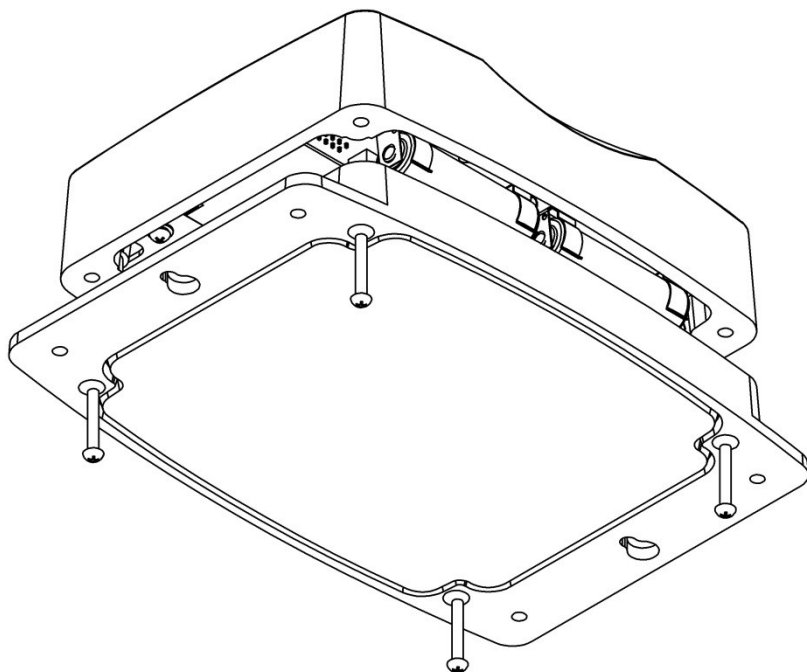
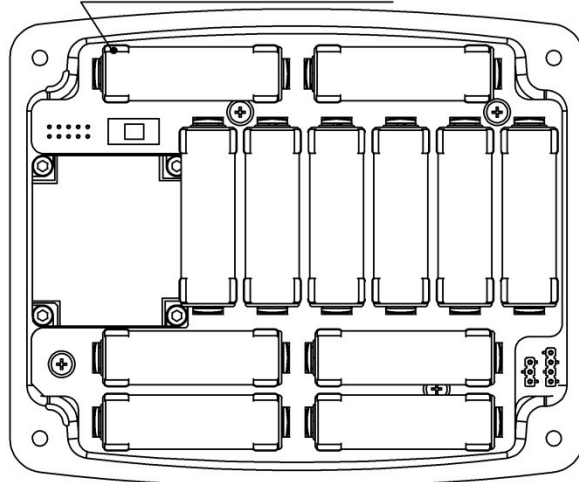

Рис. 3. Разборка устройства.
Рис. 4. Нижняя половина устройства.
6.2 Батареи устанавливаются в помещении(в целях защиты от атмосферных осадков) непосредственно перед запуском в эксплуатацию, для их установки необходимо открутить четыре винта, расположенных на нижней, опорной, части изделия, и отсоединить верхнюю половину устройства для доступа к батарейным держателям, как показано на рис.3. Батареи изначально устанавливаются при сборке изделия, для начала работы необходимо перевести переключатель в положение ON **При самостоятельной установке элементов питания необходимо строго соблюдать полярность + и - , промаркированную на батарейных держателях как показано на рис.4, 5. При замене батареек после пребывания его при температуре ниже 5°C выдержать его при комнатной температуре не менее 3-х часов. Во время замены элементов питания в связи с плотным прилеганием их к корпусу батарейного держателя необходимо проверять надежность контакта элементов питания и клемм держателя, при необходимости придвинуть элемент питания к клемме держателя вручную.**